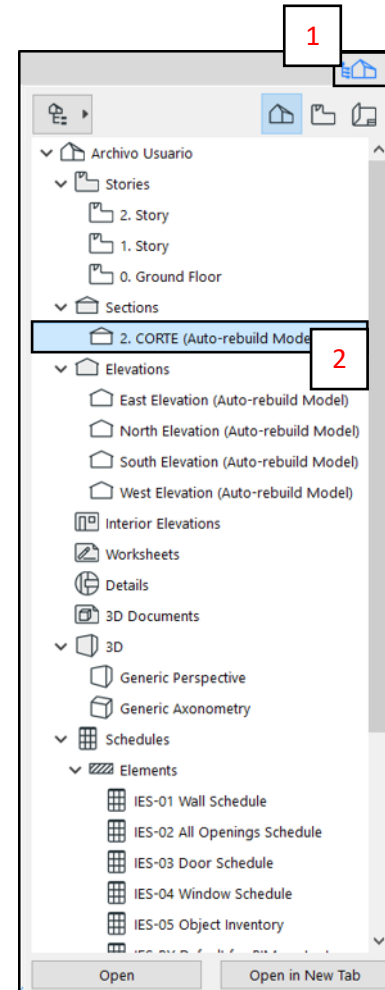

Fig. 16
- A. Ir a la vista en corte que atraviesa la estructura compuesta de la losa insertada, desplegando el *Navegador* (1) y seleccionándola (2). (Fig. 16)